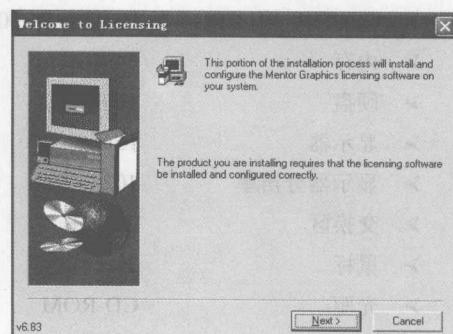

图 1-2 “Welcome to Licensing”对话框
- (2) 单击“Install License Server”图标，弹出如图 1-2 所示的对话框，提示正在安装的软件要求安装相应的 License 软件到系统中。